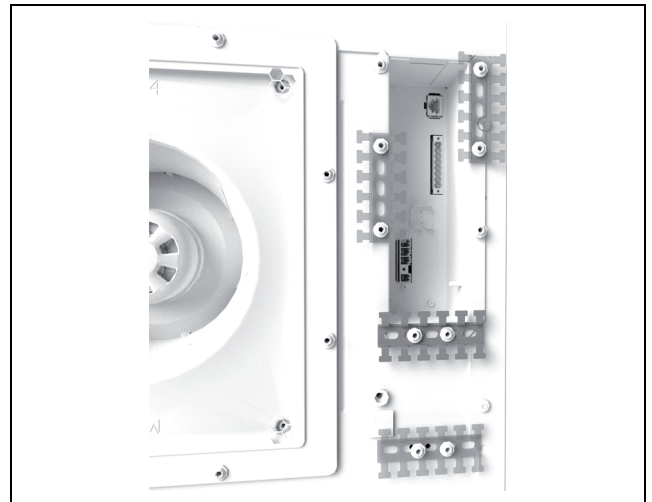

Fig. 39: Applicazione della guida con profilato dentellato (figura a titolo d'esempio)
- Il cavo dei segnali può essere collegato ai contatti della guida portacavi con profilo dentellato (fig. 39).